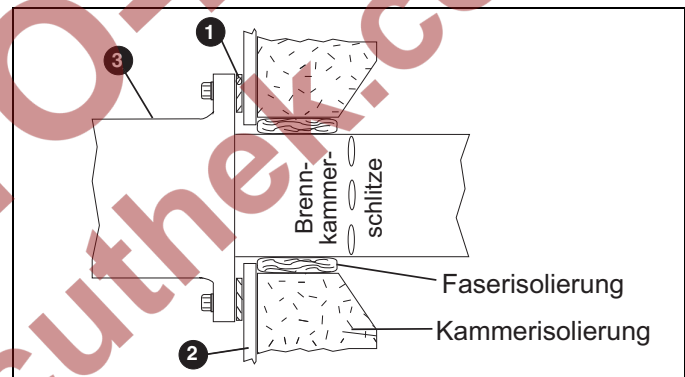

Abbildung 3.4. Verbrennungsrohr (legiert)
1. Zwischen dem Brenner ③ und der Kammerwand ② muss eine Dichtung ① installiert werden. Siehe dazu Abb. 3.4.
2. Umhüllen Sie das Rohr mit einer Faserisolierung, deren Tiefe nicht über die Position der Brennkammerschlitzte hinausgeht (siehe Abb. 3.4).